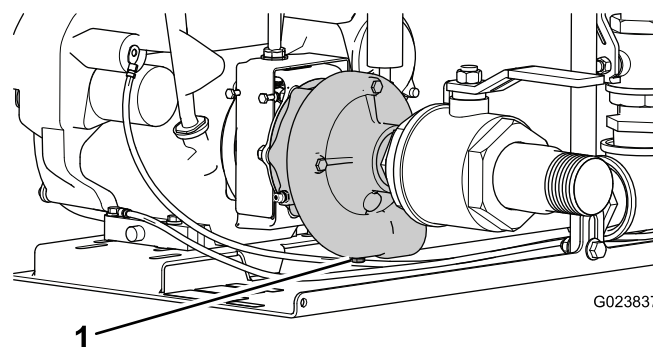

Рисунок 22
- Слейте всю оставшуюся жидкость из насоса, сняв сливную пробку в нижней части насоса (Рисунок 22).